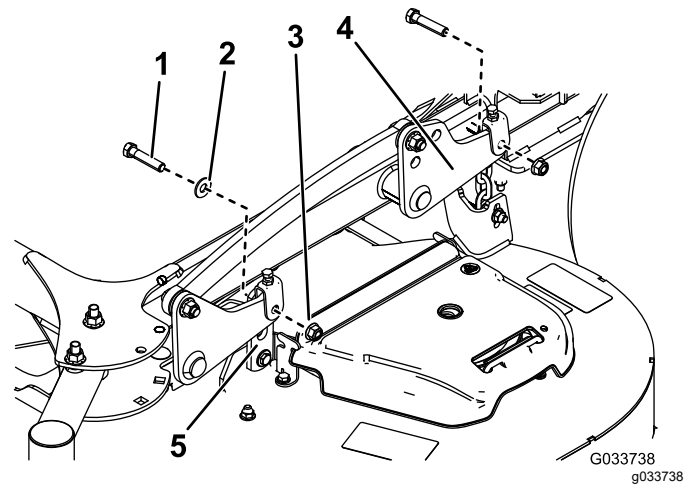

**Figura 84**
4. Retire los 2 pernos y las 2 tuercas que conectan el soporte del puntal con el bastidor (Figura 84).
4. Instale los 2 pernos que guardó para conectar el soporte del puntal con el bastidor (Figura 84).